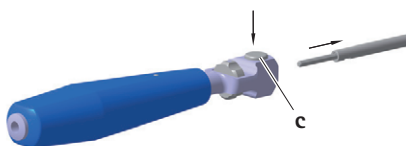

Fig. 2
- ▶ Appuyer sur le bouton **c** et retirer le manche **1**, voir Fig. 2.